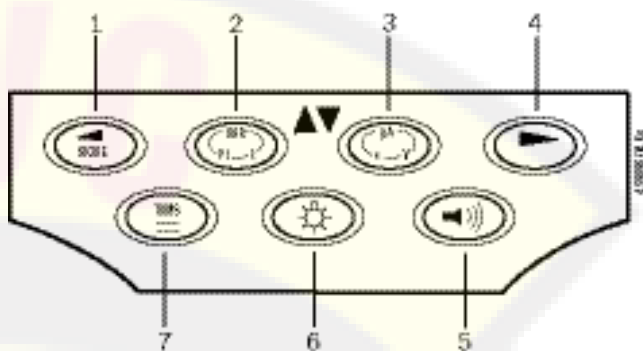

Рис. 3: FSA 050 функциональные клавиши
Подсветка LCD может работать, когда FSA 050 включен (Рис. 3, Поз. 6). Подсветка погаснет автоматически через 20 секунд.
Зуммер (Рис. 3, Поз. 5) может быть активирован для измерения электропроводности. Соответствующий символ появится на LCD (Рис. 5, Поз. 4).
- i Во время установки соединения Bluetooth символ bt (Рис. 5, Поз. 2) появляется на LCD дисплее на приблизительно 1 секунду после нажатия кнопки выбора ► (Рис. 3, Поз. 4).